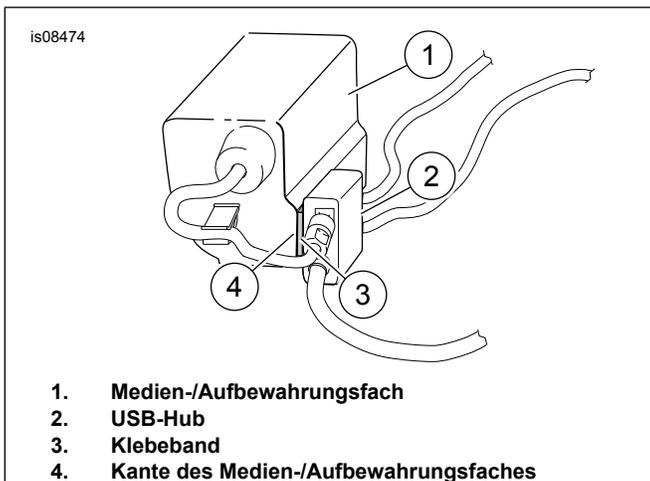

Abbildung 3. Einbau des USB-Hubs
5. USB-Hub (1, Abbildung 3) so ansetzen, dass es sich an der Kante des Medien-/Aufbewahrungsfachs (4) befindet. Wie dargestellt. Montagefläche mit einer Mischung von 50–70 % Isopropylalkohol und 30–50 % destilliertem Wasser reinigen. Vollständig trocknen lassen. Den Papierschutzstreifen vom Klebeband (3) abziehen. Kräftig andrücken und festhalten, um USB-Hub zu befestigen.